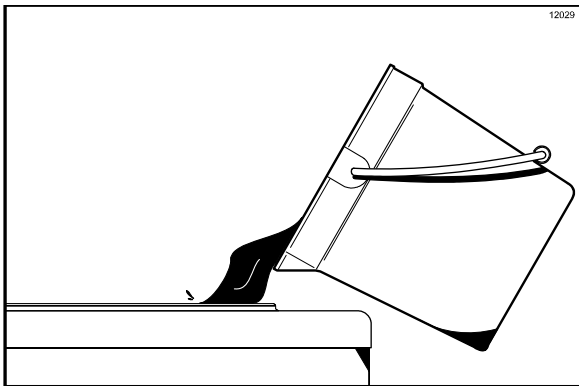

Abbildung 99
1. 7,6 l kühles, sauberes Wasser in das Shake-Vorratsbecken gießen. Mit der weißen Vorratsbecken-Reinigungsbürste die Beckenwände, Produktfüllstandsfühler und Außenflächen des Rührflügel-Antriebswellengehäuses sauber bürsten. Mit der Doppelbürste die Produkteinlassöffnung reinigen. (Siehe Abbildung 99.)